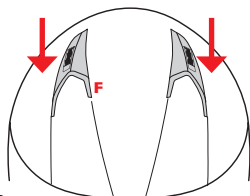
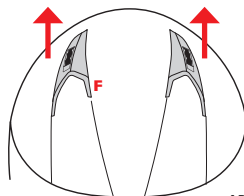

ABBILDUNG 2
ABBILDUNG 3
Befestigen Sie das freie Ende des Riemens erst nach der Überprüfung der richtigen Spannung des Riemens, indem Sie den Druckknopf an der Lasche schließen (Abbildung 2).
BELÜFTUNGSÖFFNUNG VORNE OBEN — F — Abbildung 2/3
- Abbildung 2: Schieben Sie den Schieberegler in die vordere Richtung, so dass die Lüftungsöffnungen vollständig geschlossen sind.
- Abbildung 3: Schieben Sie den Schieberegler nach hinten, so dass die Lüftungsöffnungen vollständig geöffnet sind.
- 2) Schieben Sie den Z-Knopf nach oben, während Sie die Platte drehen (siehe Abbildung 2). Ziehen Sie die Platte wie in der Abbildung 3 gezeigt aus